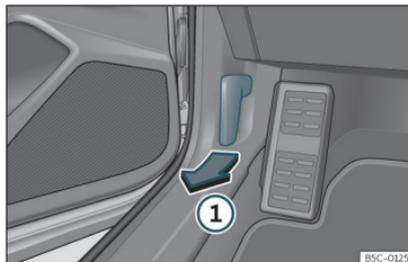

Fig. 183 Levier de déverrouillage sur le plancher, côté conducteur.
- Ouvrez la porte et tirez le levier situé sous le tableau de bord»» fig. 183 ①.